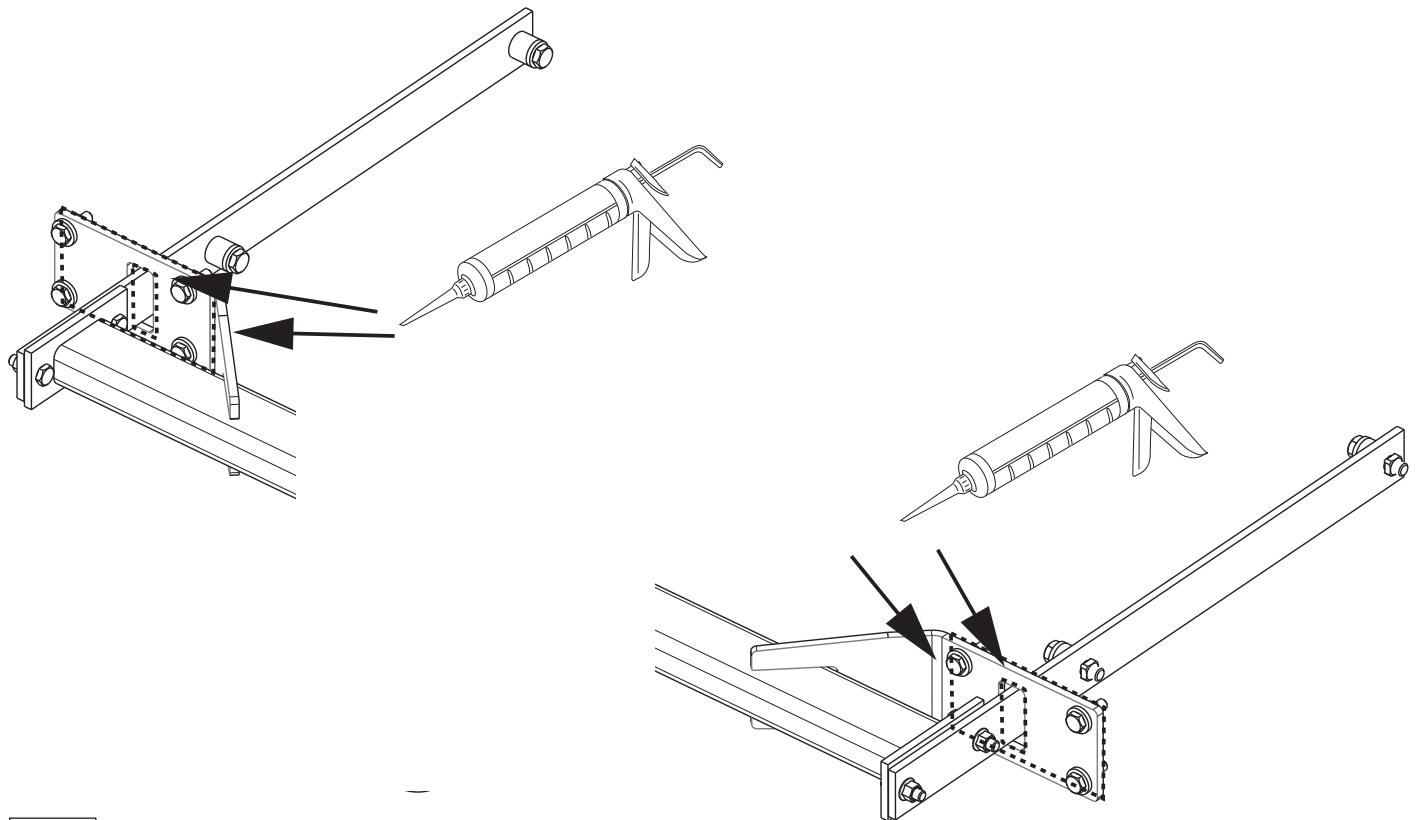

Fig.2
- Герметизировать обозначенные части (см. рис. 2)